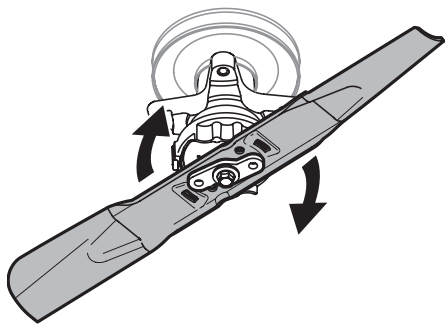

Figure 49
5. Tournez la lame vers la droite pour l'aligner avec l'adaptateur. Voir Figure 49.